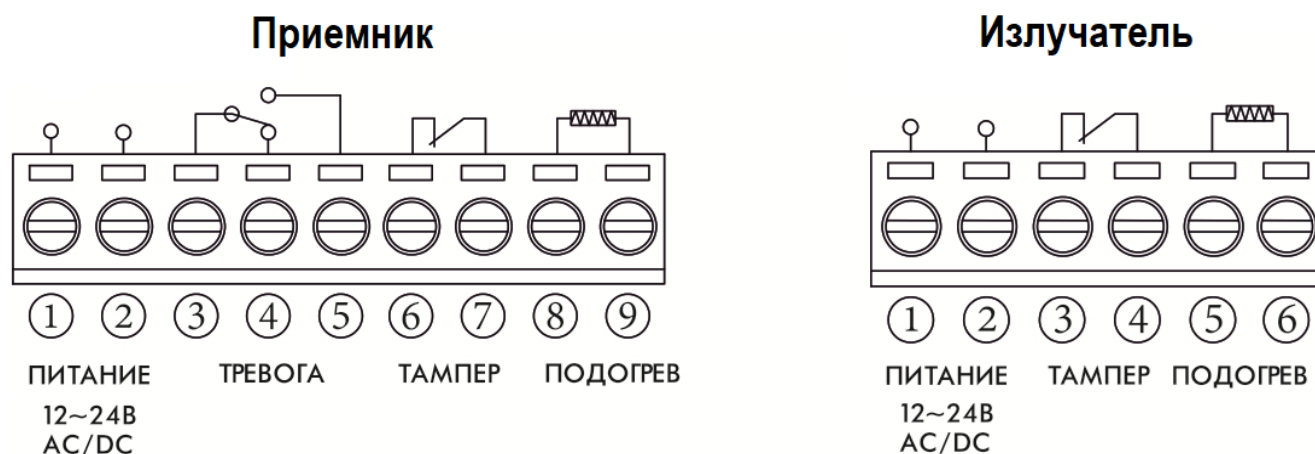

Рисунок 1.1 - Расположение контактов на клеммных колодках приемника и излучателя
Извещение «Вскрытие» формируется при вскрытии корпуса излучателя или приемника путем размыкания контактов тампера (контакты «6» и «7») - см. рисунок 1.1.
- а) клеммные колодки для подключения питания и шлейфов сигнализации (см. рисунок 1.1);